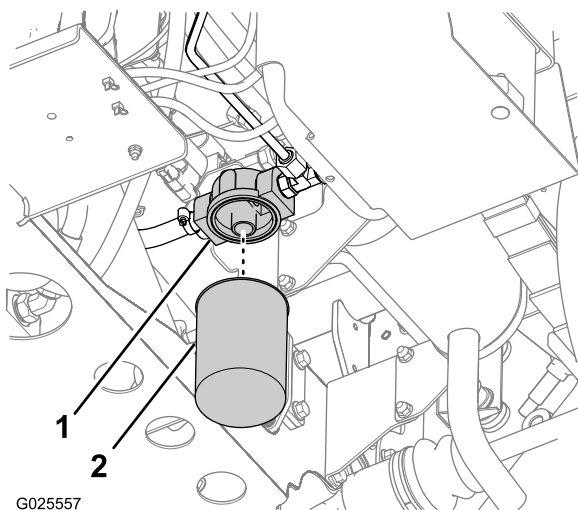

Figura 90
2. Limpie la zona de montaje del filtro (Figura 90).
3. Coloque un recipiente debajo del filtro (Figura 90).
4. Retire el filtro girándolo en sentido antihorario (Figura 90).
5. Limpie la superficie de asiento del adaptador del filtro (Figura 90).
7. Enrosque el filtro sobre el adaptador del filtro hasta que la junta del filtro toque la superficie de asiento del adaptador (Figura 90), y luego apriete el filtro 1/2 vuelta más (Figura 90).